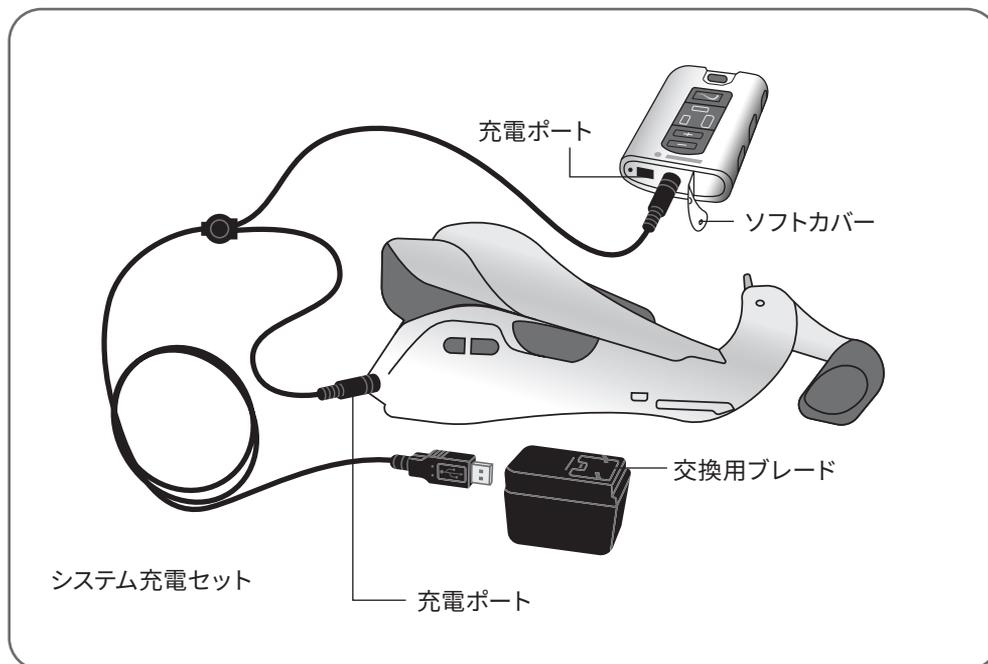

図 8-3: 充電時の接続
3. システム充電セットを装具およびコントロールユニットの充電ポートに接続します。コントロールユニットの充電ポートはソフトカバー内にあります。図 8-3 を参照してください。